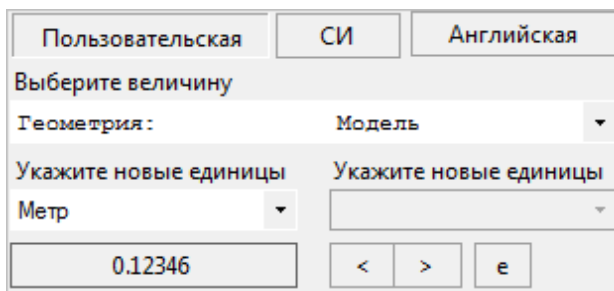

Рис. 2.3. Единицы измерения
- **Единицы измерения** — это панель настройки и выбора величин и их единиц измерения (рис. 2.3). В ней содержатся: